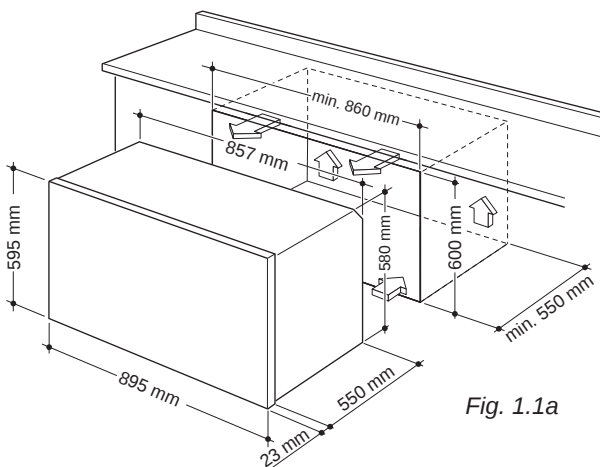

Fig. 1.1a
- S'il doit être encastré dans un mobilier, il faut veiller à disposer de l'espace correspondant aux dimensions reprises sur les figures 1.1a et 1.1b.